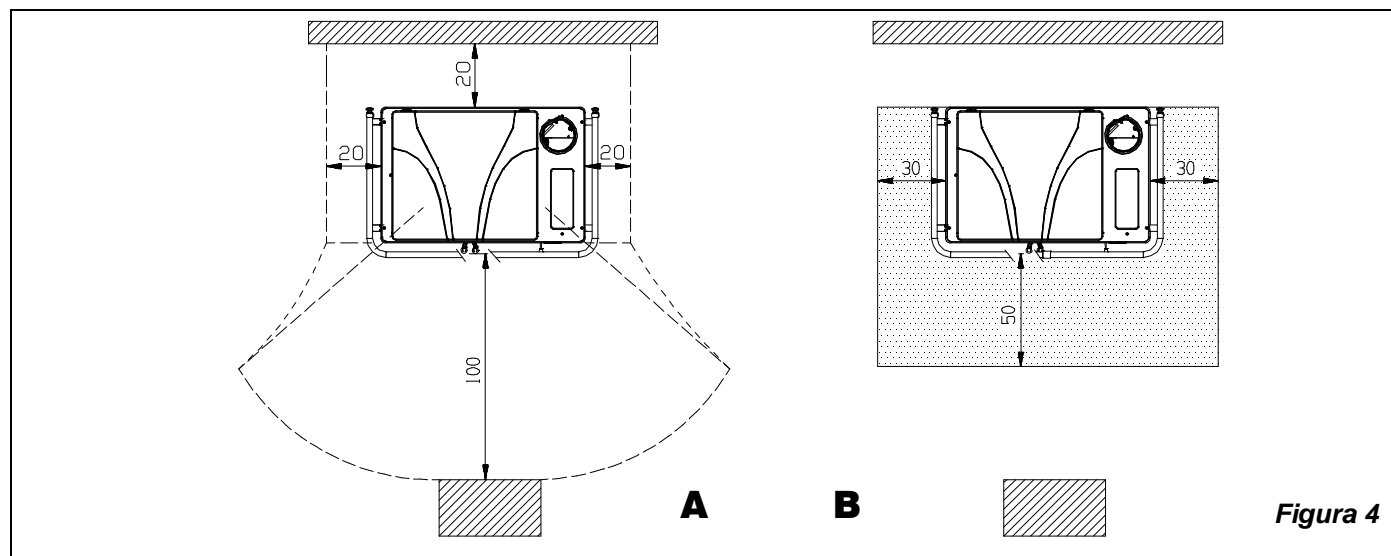

Figura 4
- la distancia mínima de los elementos de construcción y de objetos inflamables y sensibles al calor (muebles, revestimientos de madera, telas, etc.), tiene que ser de **20 cm** desde la parte posterior y desde ambos lados, con la finalidad de asegurar un suficiente aislamiento térmico (véase Figura 4 A).
- En el caso que la termococina se instale sobre un pavimento de material inflamable, hay que prever un bajo fondo ignífugo, por ejemplo: una plataforma de acero (dimensiones según la legislación regional). El bajo fondo tiene que sobresalir frontalmente, por lo menos, **50 cm.**, y, lateralmente por lo menos, **20 cm.** más allá de la apertura de la portezuela de carga (véase Figura 4 B).